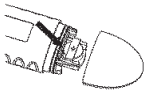

Figure 4
- Enlevez délicatement le circuit imprimé avec le compartiment de la pile sur environ 1 cm (légèrement moins de 1/2 pouce) (voir la Figure 4).